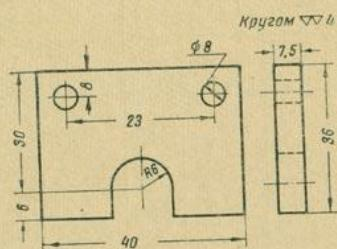

Рис. 17. Стопорная планка к тискам
15. Составить операционную карту (форму см. в задаче 14) на разметку стопорной планки параллельных тисков (рис. 17).